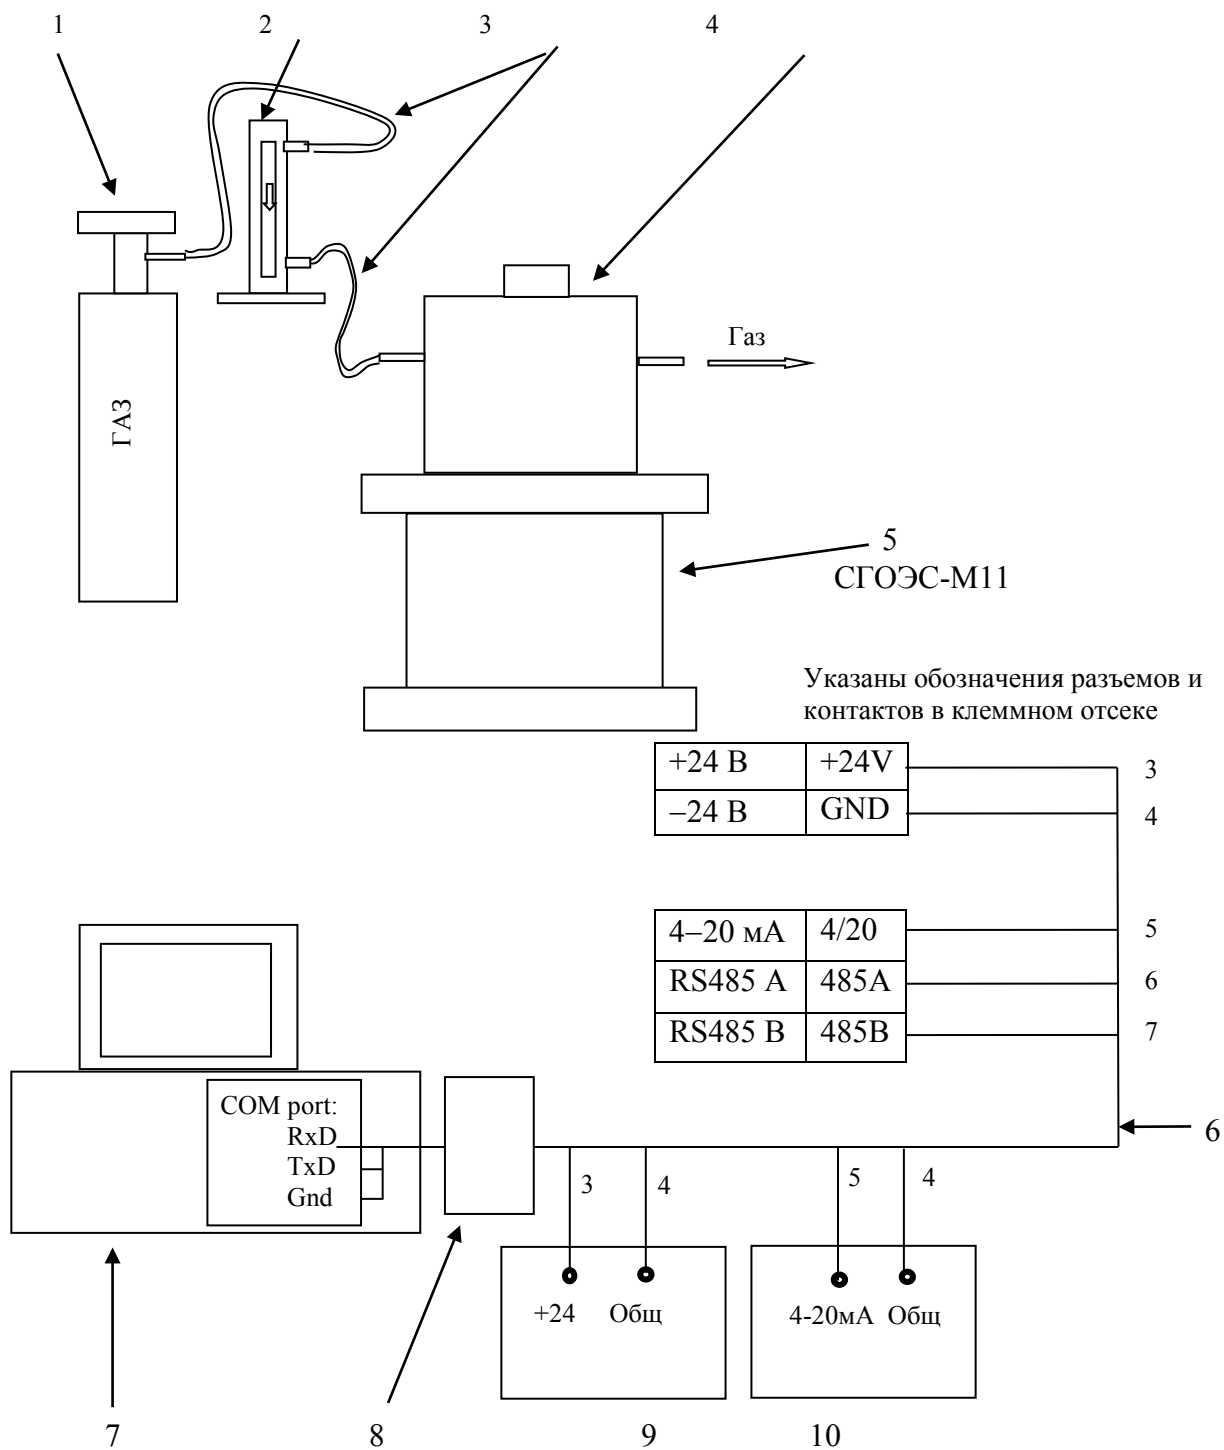

Рисунок 13 - Схема соединений для установки нуля и регулировки чувствительности СГОЭС-M11 при помощи компьютера.
- подключить СГОЭС-М11 к ПК (см. рисунок 13)